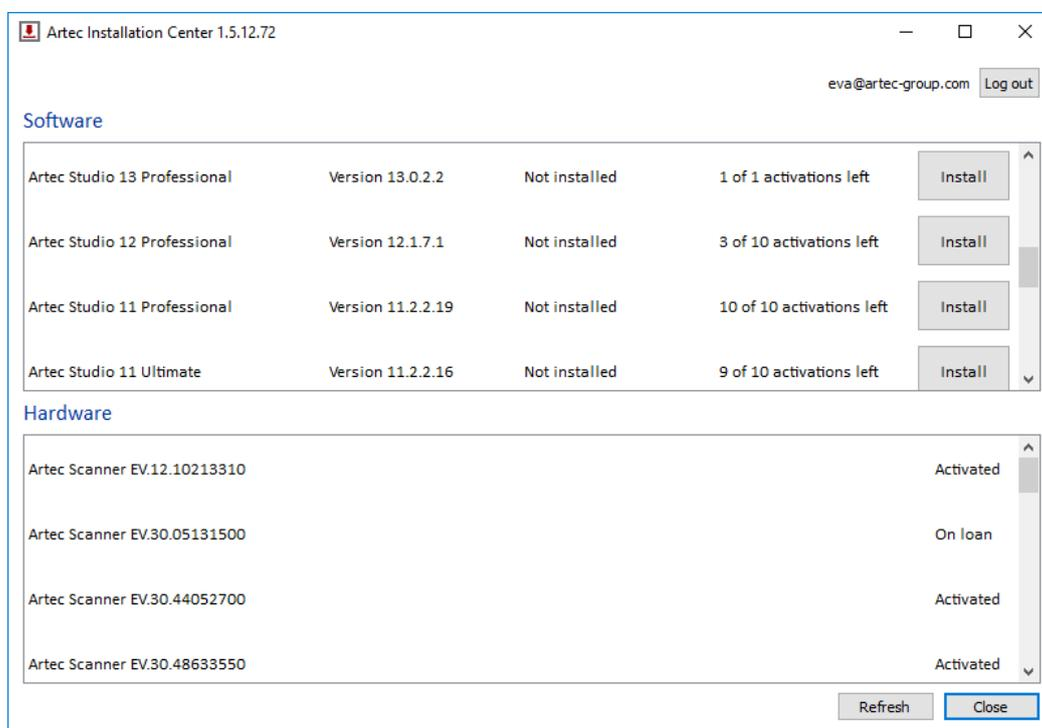

Abbildung 26: Artec Installation Center.
Eventuell muss das *my.artec3d* Konto geändert werden. Artec Installation Center zeigt die derzeitige Benutzer-E-Mail in der rechten oberen Ecke an (*Abb. 26*).
1. Artec Installation Center ausführen (im Start-Menü auf *Start* → *Alle Programme* → *Artec Group* → *Artec Installation Center* klicken), um zu dem in Abb. 26 gezeigten Fenster zu gelangen.